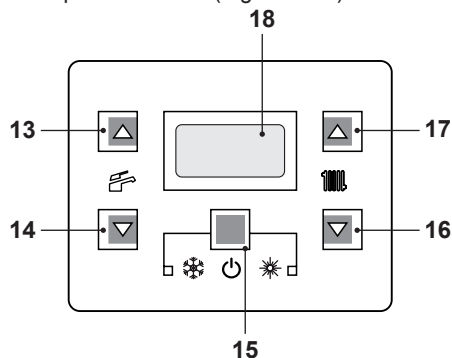
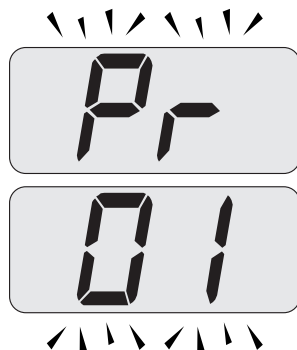

Figura 5.38
Figura 5.39
• Entrare in "modalità programmazione" premendo contemporaneamente per 10 secondi i tasti 15 - 16 - 17 (Figura 5.38) fino a far apparire sul display LCD le lettere **Pr** che si alternano con il codice **01**, indicanti l'entrata nel "parametro 01" (Figura 5.39).
- Premere contemporaneamente i tasti 15 e 17 (Figura 5.38) fino a far apparire sul display LCD il valore del parametro 17 (Figura 5.41).
- Premendo il tasto 15 (Figura 5.38) si ottiene la conferma del valore inserito.
- Premendo contemporaneamente i tasti 15 e 16 (Figura 5.38) si esce senza modificare il valore (ritorno alla lista parametri Figura 5.39).
- Premendo contemporaneamente per 10 secondi i tasti 15 - 16 - 17 (Figura 5.38) si esce dalla "modalità programmazione".